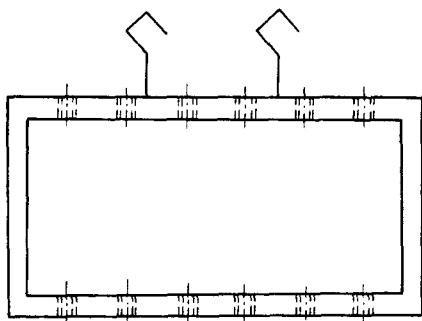
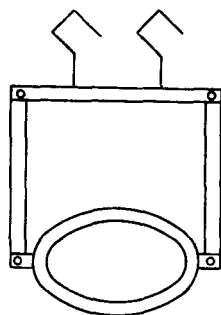

图 1-13
图 1-14
1-13、图 1-14。图 1-13 为一框架式小齿轮镀铜挂具，其挂钩长度以工件装挂后放入镀槽齿面不浸入槽液为基准。因为齿轮的齿面是热处理过程中需要渗碳的关键部位，不能有铜镀层，更不能受腐蚀。工件其余不要求镀铜的部位应按图样要求认真绝缘。图 1-14 所示为齿轮坯料镀铜挂具，挂钩和圆圈底盘材料为铜质，其他部分为钢质，其目的是保证导电良好且有足够的强度，这种挂具常用作齿轮坯料内孔镀铜。
2) 使用图 1-13 挂具时，应先将齿轮底部螺孔用蝶形螺栓顶在挂具的下梁上，再用另一对对应蝶形螺栓将齿轮顶在挂具的上梁上，调节螺母可适量调节齿面距液面的高度。
3) 使用图 1-14 挂具时，应检查挂具焊接处是否有松动，以防齿轮坯料装挂后因挂具强度不够而损坏工件和设备。